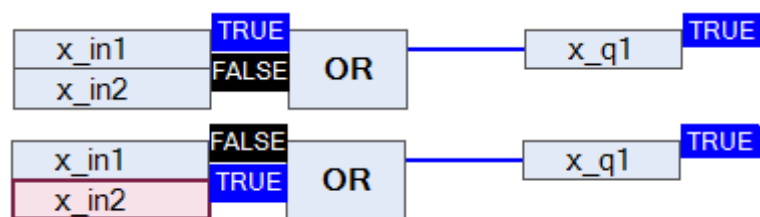

Рисунок 2.12 – Логическое «ИЛИ»
**Логическое «ИЛИ».** Логическое «ИЛИ» представлено элементом «OR». В своей структуре имеет два входа и один выход (рис. 2.12). Логика работы элемента представлена в таблице 2.2.